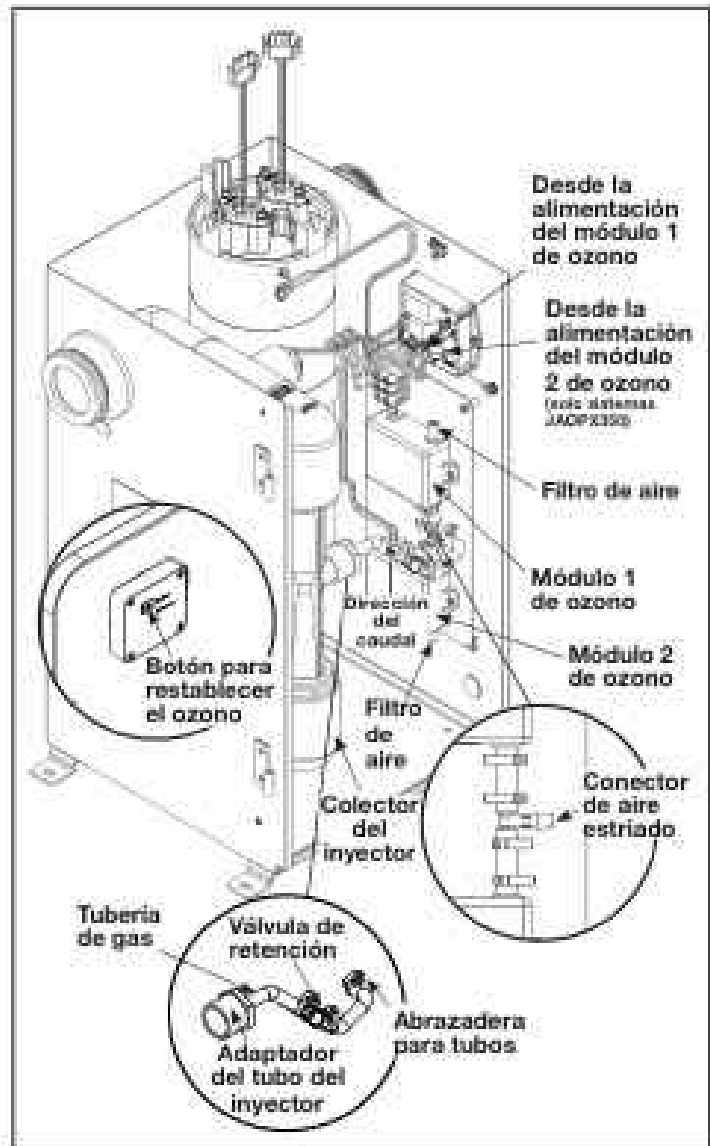

Figura 13. Módulos de ozono del sistema JAOPX200/JAOPX350
- Presione el botón para restablecer el ozono que se encuentra en la puerta interna, detrás de las luces LED de estado. Consulte la Figura 13 a fin de conocer dónde está el botón para restablecer el ozono.
2. Afloje las abrazaderas del tubo en ambos extremos de la tubería de gas ozono. Retire el conjunto del tubo de los conectores de aire estriados del adaptador del tubo del inyector y del conector estriado de salida de ozono en el módulo de ozono (modelo JAOPX200) o en el adaptador de conexión en "T" (modelo JAOPX350). Consulte la Figura 13 para saber dónde se encuentran los conectores estriados.
3. Oriente la tubería de gas ozono como se muestra en la Figura 13 (observe la indicación de dirección de caudal) y asegúrese de que el gas fluya hacia el colector del inyector. Vuelva a realizar la conexión con los conectores de aire estriados del adaptador del tubo del inyector y el conector estriado de salida de ozono en el módulo de ozono (modelo JAOPX200) o en el adaptador de conexión en "T" (modelo JAOPX350). Utilice alicates para sujetar todas las abrazaderas que haya quitado o aflojado.
5. Extraiga el tubo del adaptador del tubo del inyector y, luego, desenrosque el adaptador del colector del inyector. Consulte la Figura 13 para conocer dónde está el adaptador del tubo del inyector.